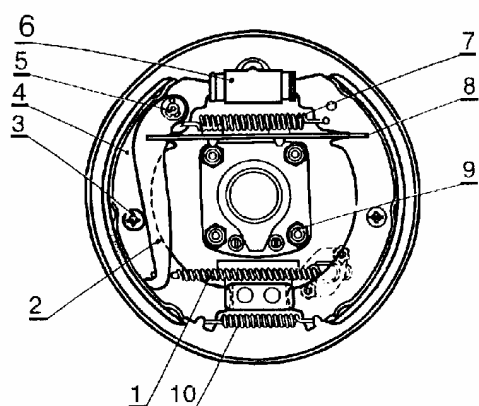

Рис.4. Тормозной механизм:
3.7 Отсоединить трос 1, рис.4, привода стояночного тормоза от рычага 2 (отвертка, плоскогубцы).
3.10 Развести колодки 4, рис.4, извлечь распорную планку 8, свести колодки, снять верхнюю стяжную пружину 7, извлечь шплинт 5, снять рычаг 2 и колодки (отвертка, плоскогубцы).